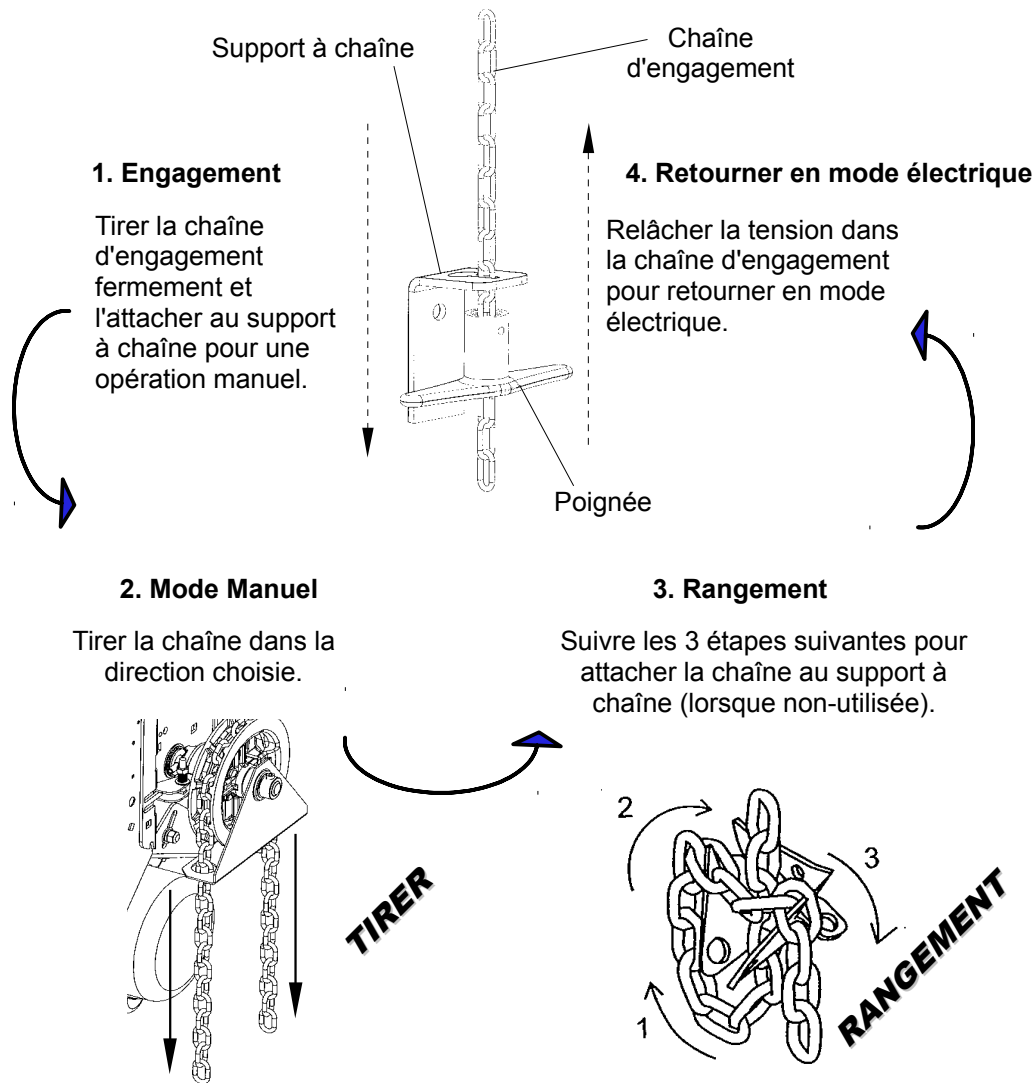

Figure 12 - Engagement/dégagement et opération du palan manuel
- engager le mécanisme du palan manuel à chaîne, voir Figure 12